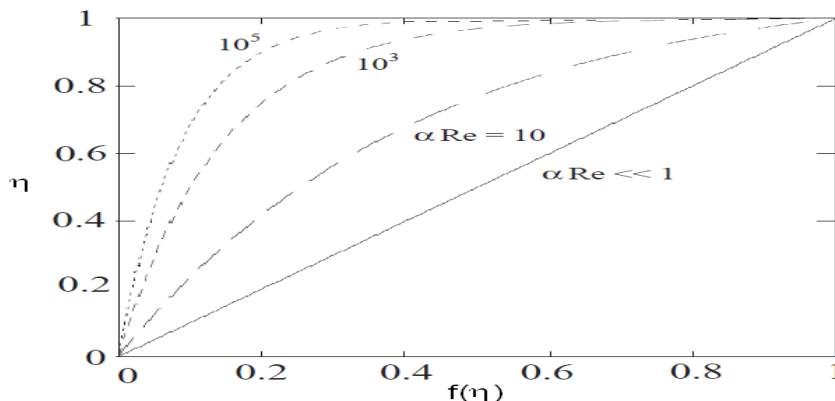

FIGURE 2 – Profils de vitesse adimensionnée donnés par (2) pour différentes valeurs de αRe .
8. La solution analytique pour cette fonction f est tracée dans la figure 2 pour différentes valeurs du nombre de Reynolds. Comment interprétez vous physiquement l'évolution du profil de vitesse avec le Reynolds ?